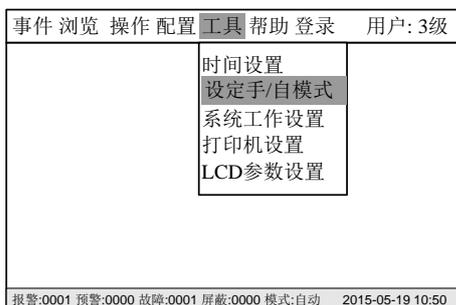
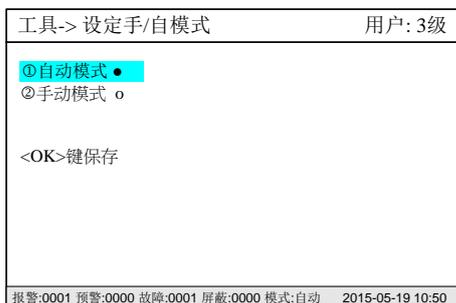

图 24-2
图 24-3
2. 按“→”键选择“工具”子菜单(图 24-2), 选择“设定手/自模式”, 然后按“OK”键, 设置窗口显示(图 24-3)。